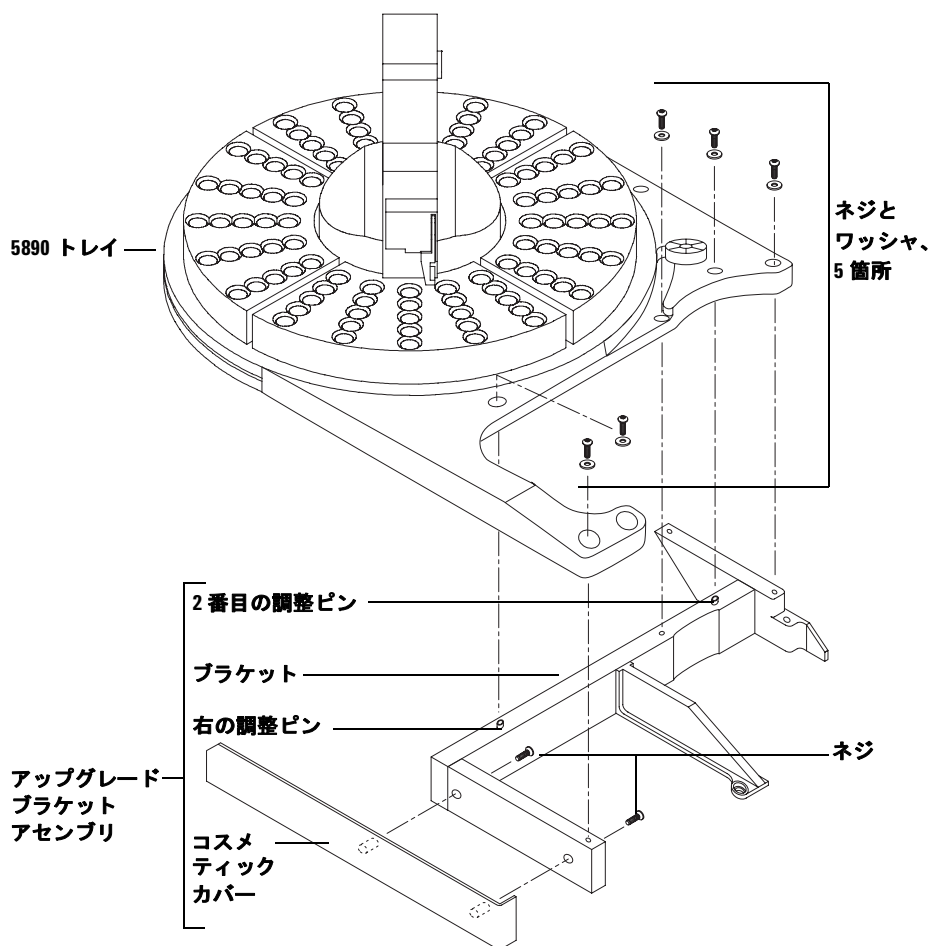

図11 アップグレードブラケットを取り付ける
- 2 2本の附属ネジを使用して、ブラケットの側面にコスメティックカバーを取り付けます。図11を参照してください。
- 3 アップグレードブラケットの一番前のピンがトレイの底部にあるはめ込み穴にはまるように、キットからのアップグレードブラケットの上にトレイをセットします(図11)。トレイをアップグレードブラケットの2番目の調整ピンに整列します。